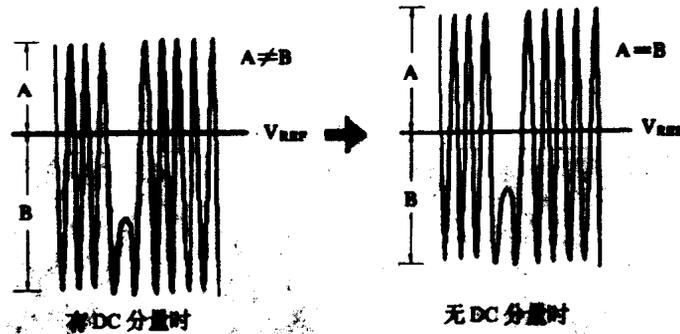

图 1-1-10
(1)将示波器接至 TP1②脚(可通过低通滤波器连接),置测量档位为 DC 50mV/度、5ms/度。
(5)调整 VR102(TRK BAL)使 TP1②脚(TRK ERR)的循迹误差信号正负幅度相等,即 A=B 使信号没有直流分量)。如图 1-1-10 所示。